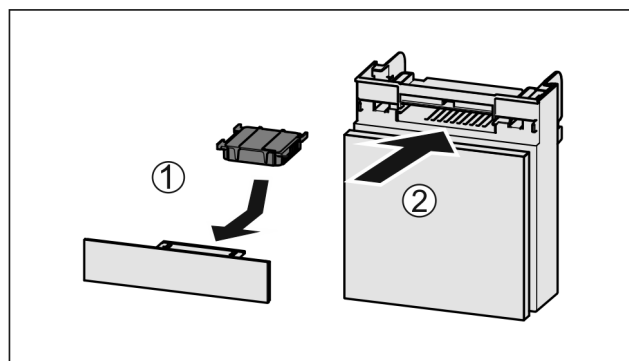

Fig. 133
- ▶ Установите фильтр с активированным углем, как показано на рисунке Fig. 133 (1).
- ▶ Вставьте отделение Fig. 133 (2).